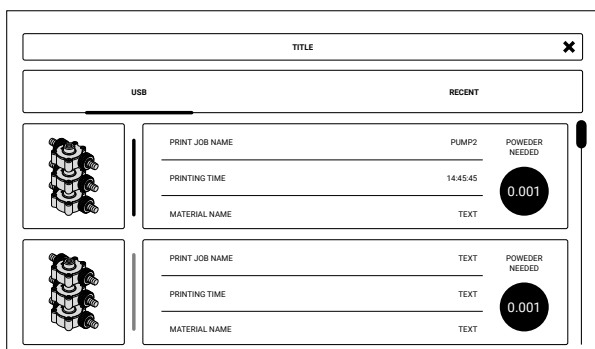

Abb. 6.1 Laden der Datei.
4. Wähle die neue Datei (**USB**) oder die zuletzt verwendete Datei (**RECENT**) (Abb. 6.1).